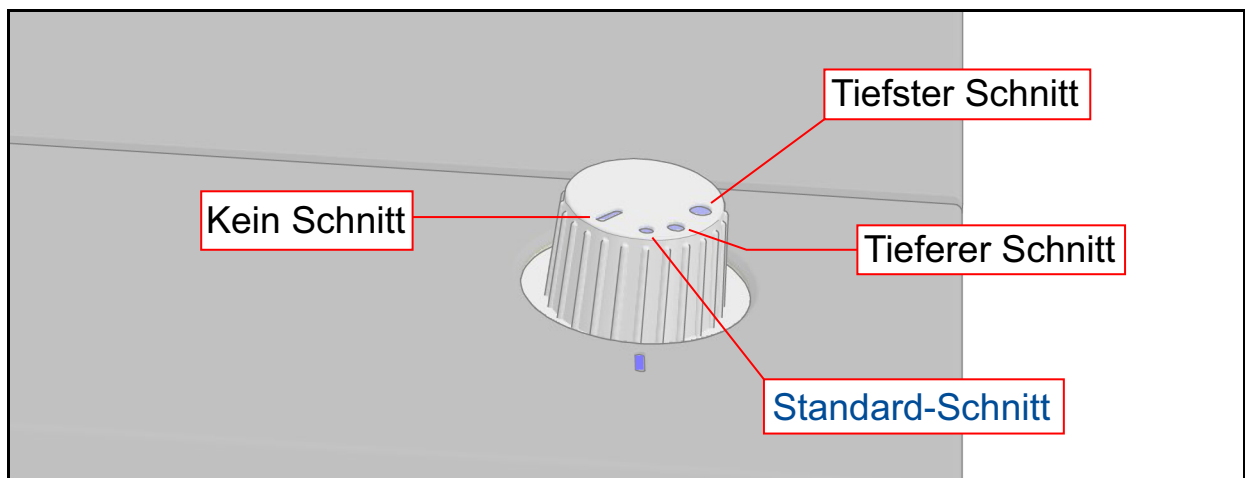

Abbildung 4-19: Standardschnitt-Position
1. Stellen Sie den Einstellknopf auf die Position „**Standardschnitt**“ (Abbildung 4-19). Diese Position sollte Standardbriefe ausreichend tief aufschneiden, damit der Inhalt herausgenommen werden kann, aber den Inhalt **niemals** beschädigen. Dieses wird unsere Referenz-Position sein. Die anderen Positionen müssen, falls dies verändert wird, neu justiert werden.